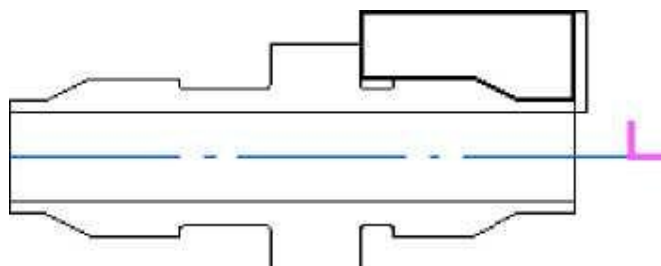

Рисунок 3.8 – Схема створення «ТО Точить/Область»
4. Натисніть кнопку «Добавить» і вкажіть контур, що визначає межі області (рис. 3.8).